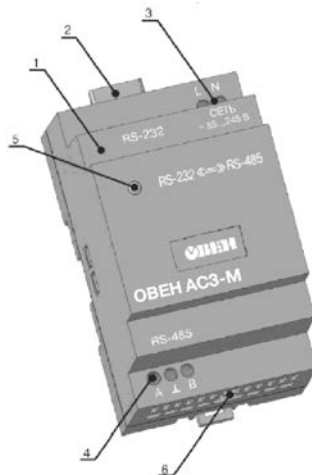

Рисунок 3.1
5.2.2 Подать напряжение питания на преобразователь и подключенные к нему устройства. О готовности преобразователя к работе будет сигнализировать светодиод **5** (см. рисунок 3.1) постоянной засветкой зеленого цвета.